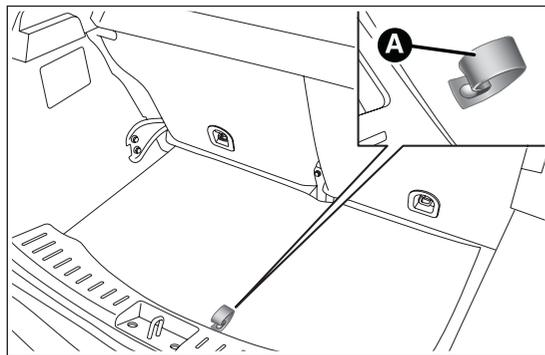

fig. 108
- ❑ ouvrir le coffre à bagages, tirer la languette A fig. 108 et soulever vers le haut le tapis de revêtement ;